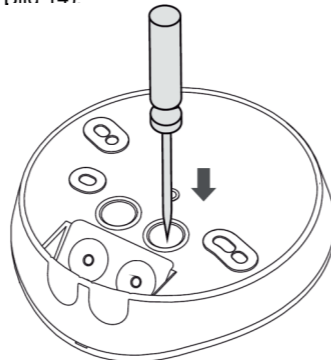

Bild 14
3.4.2.2 Brechen Sie die Ausbrüche aus und führen Sie die Leitung in das Unterteil (Siehe Bild 14)